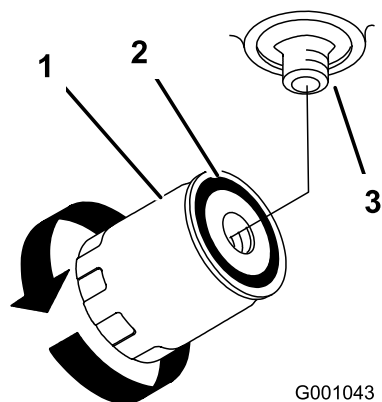

Figure 71
7. Appliquez une fine couche d'huile propre sur le joint en caoutchouc du filtre de rechange (Figure 71).
Serrez ensuite le filtre de 1/2 tour supplémentaire (Figure 71).